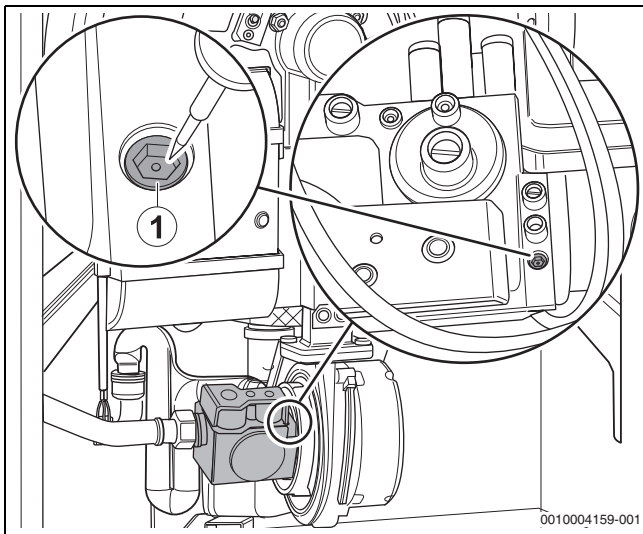

Bild 49 CO2-Einstellung bei Volllast vornehmen
- ▶ Bei CO2-Werten unter 8,5 % oder über 9,6 % die Einstellung an der Großlast-Einstellschraube korrigieren (→ Bild 49, Seite 28, und Tabelle 8).
- ▶ Bei CO2-Werten unter 9,8 % oder über 10,8 % die Einstellung an der Großlast-Einstellschraube korrigieren (→ Bild 49, Seite 28 und Tabelle 9).